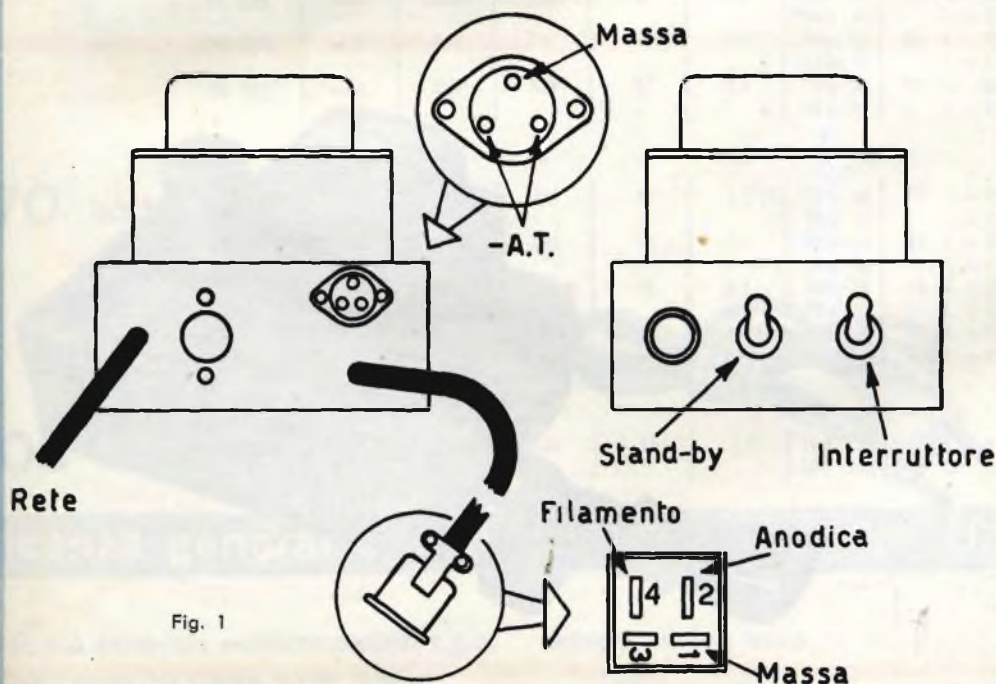

Fig. 1
In alto la fig. 1 riproduce un *orthicon*, al centro in 2 è visibile un *iconoscopio* ed in basso in 3 un *vidicon*.
Le uscite delle tensioni fanno capo ad una spina normalizzata. In fig. 1 sono riportate le connessioni alla spina stessa.
### 8. Ruota di frizione in gomma 33 per comando piatto - vedi Fig. 1 -
**10. Puleggia del motore 32 - vedi Fig. 1 -**